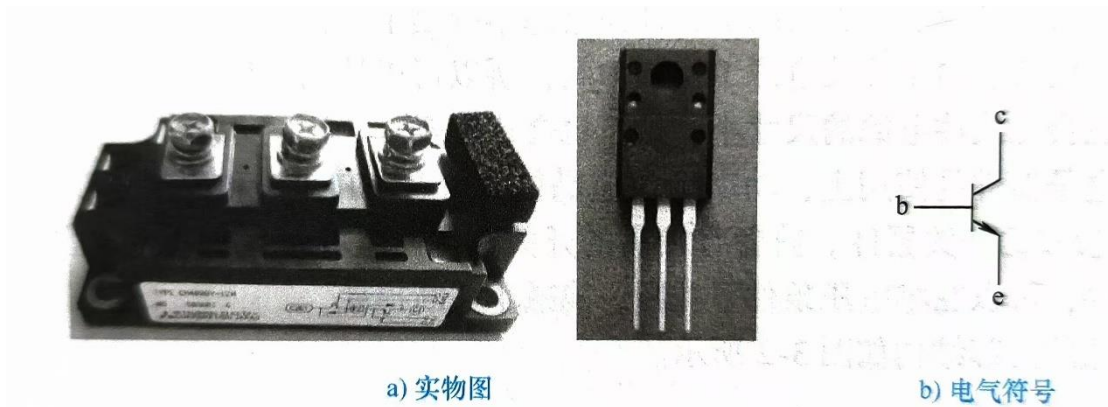

图 3-3 电力晶体管的实物图和电气符号
- **GTR (图 3-3)：**结构 (NPN 型)、电流控制特性、优缺点 (驱动复杂、易二次击穿)。